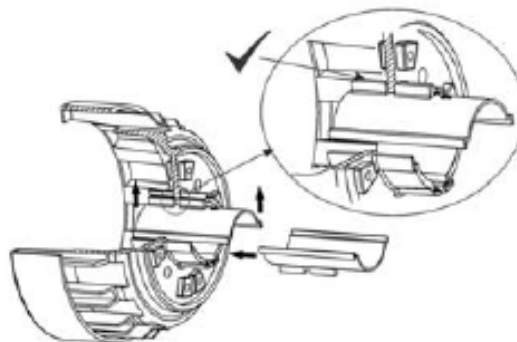

Рис. 8.3.2 А - Установка вкладышей
- Наденьте муфту на хвостовик магнитной полумуфты привода. Для правильного выполнения операции см. Рис. 8.3.2 В.